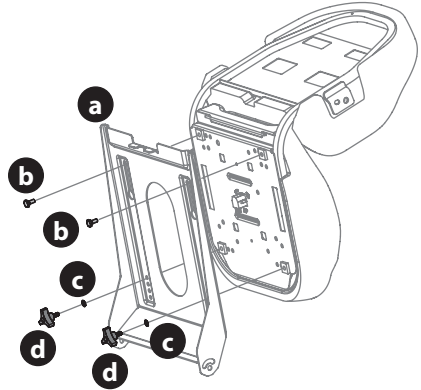

Figura 3
- Para un asiento de ajuste mediante perillas: Inserte los pernos (b) en los orificios traseros y trabe la arandela (c) y las perillas (d) en el frente. Apriete bien (Figura 3).